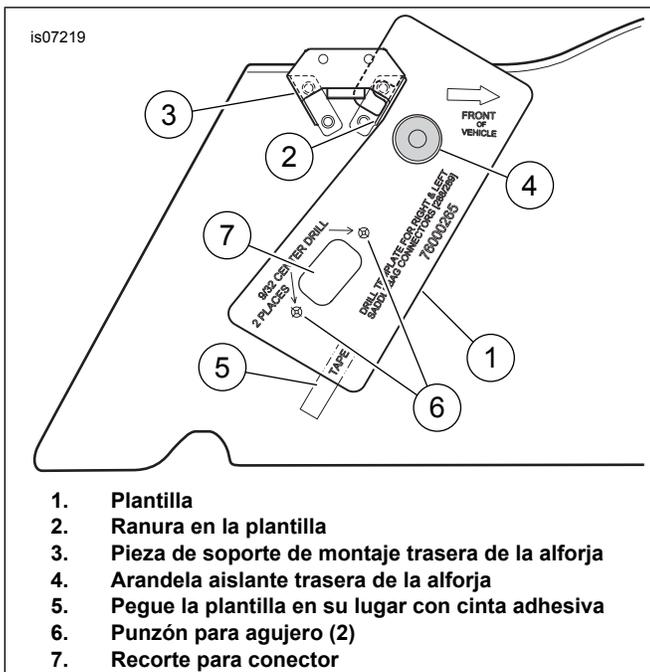

Figura 2. Perforación de la alforja para conector de 12 vías montado en el panel
2. Vea Figura 2. Enganche la ranura (2) de la plantilla (1) sobre la pieza de soporte de montaje trasera de la alforja (3). Alinee el agujero de la plantilla para que quede sobre la arandela aislante trasera (4). Pegue la plantilla en su lugar con cinta adhesiva (5), como se muestra en la figura.
3. Marque la ubicación de los dos agujeros (6) con un punzón. Marque el contorno del recorte para el conector (7) en la pared interior de la alforja. Quite la plantilla.